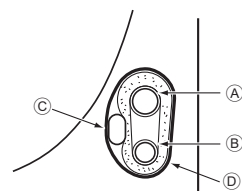

Fig. 4-5
- (A) Tubazione del refrigerante (locale)
- (B) Tubazione del refrigerante (unità)
4.5.1. Sistemazione nello spazio riservato alle tubazioni dell'unità (Fig. 4-5)